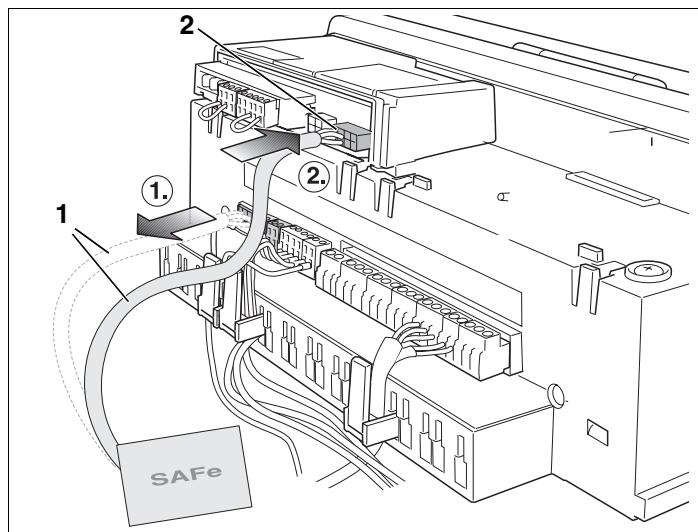

Abb. 6 SAFe-Kabel umstecken
- SAFe-Kabel (Abb. 6, **Pos. 1**) vom Regelgerät MC10 des Heizkessels abziehen und in die Steckbuchse (Abb. 6, **Pos. 2**) des Umschaltmoduls UM10 einstecken.